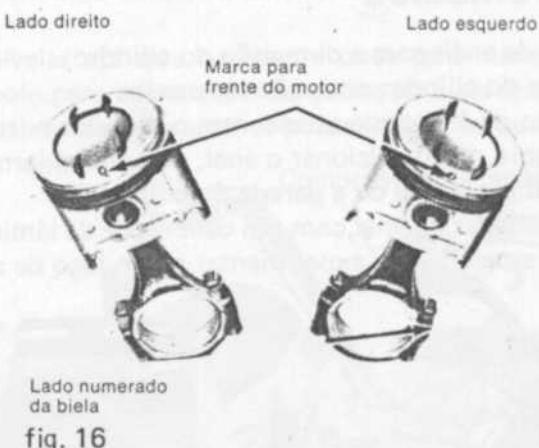

fig. 16
- Aplicar uma fina camada de óleo para motor em todas as peças. Montar o êmbolo e biela com o número marcado do lado da biela, e a marca de identificação no êmbolo, nas posições mostradas na fig. 16. Quando as bielas forem substituídas, instalar o lado de chanfro maior do alojamento dos casquilhos da biela, voltado para o lado do encosto do munhão da árvore de manivelas, ou seja, o chanfro maior das bielas do lado direito, deverá ficar voltado para a frente do motor e o